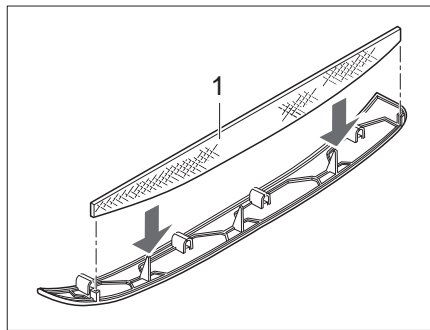
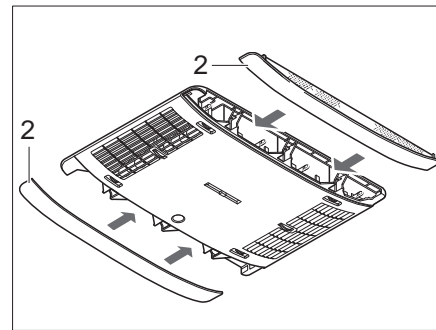

Bild 276 Flusenfilter Klimaanlage
Bild 277 Paneelen Klimaanlage
In den seitlichen Paneelen (Bild 277,2) befinden sich zwei Flusenfilter. Die Flusenfilter müssen in regelmäßigen Abständen, mindestens jedoch alle 6 Monate, gereinigt und bei Bedarf gewechselt werden.
- Paneele (Bild 277,2) vom Luftverteiler abziehen und Flusenfilter (Bild 276,1) reinigen oder bei Bedarf wechseln.